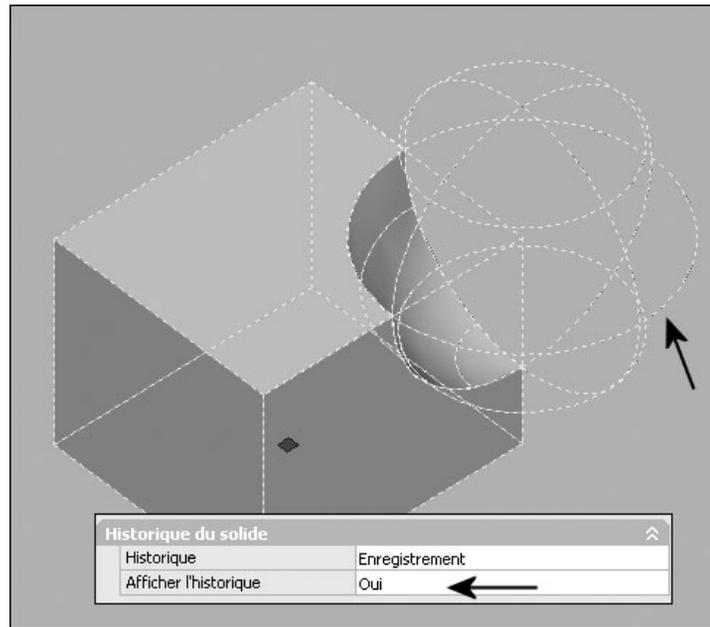

Fig.17.38
**Pour afficher les solides d'origine qui forment un solide composé (fig.17.38) :**